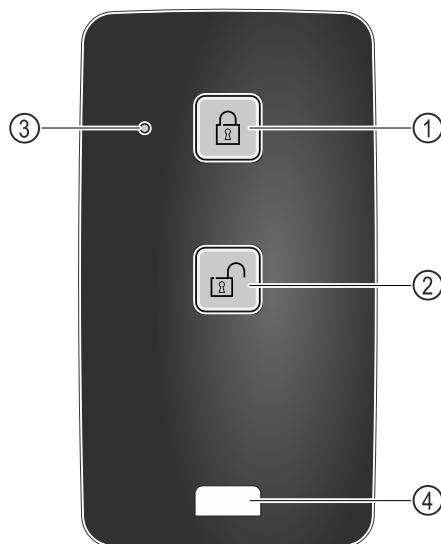

Fig. 246
- (1) Zablokování zámku
- (2) Odblokování zámku
- (3) Stavová LED
- (4) Upevňovací očko
- Na dálkovém ovládání stiskněte tlačítko Fig. 246 (1).
- Na dálkovém ovládání stiskněte tlačítko Fig. 246 (2).
- Stavová LED Fig. 246 (3) vydá při stisknutí tlačítka optickou zpětnou vazbu.
- Očko Fig. 246 (4) k upevnění dálkového ovládání, např. na svazek klíčů.